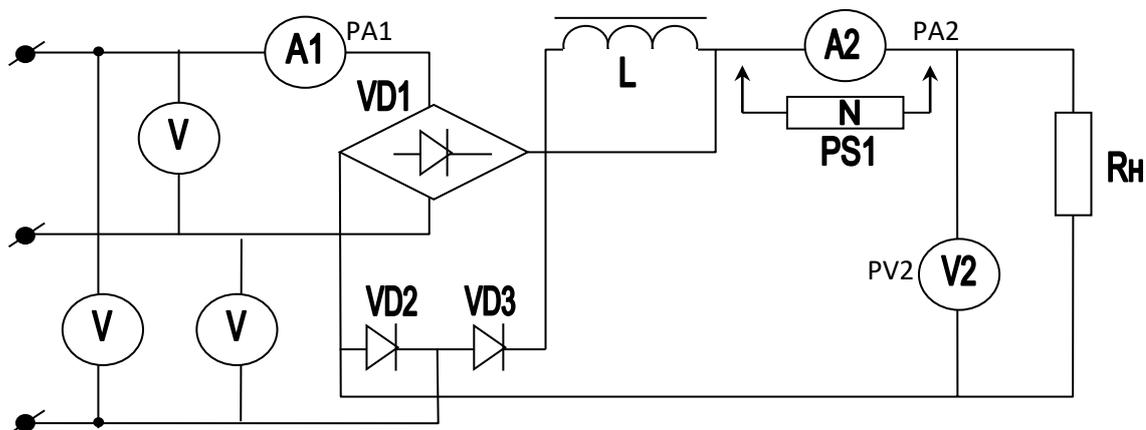

Рис. 3
- 1.3. Собрать схему согласно рис. 3, подключив схему трехфазного генератора $f = 5000 \text{ Hz}$.